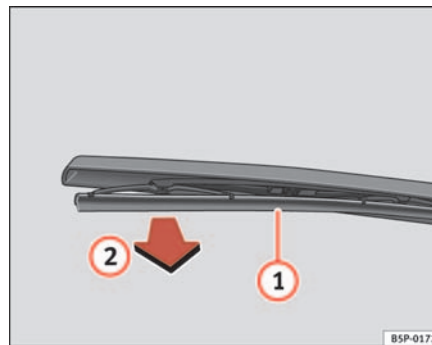

Abb. 142 Scheibenwischerblatt hinten auswechseln
- Klappen Sie den Scheibenwischerarm von der Heckscheibe weg ⇒ Abb. 142 ▶
- Hängen Sie das Wischerblatt **①** aus und ziehen Sie es heraus
② ⇒ Seite 214, Abb. 142